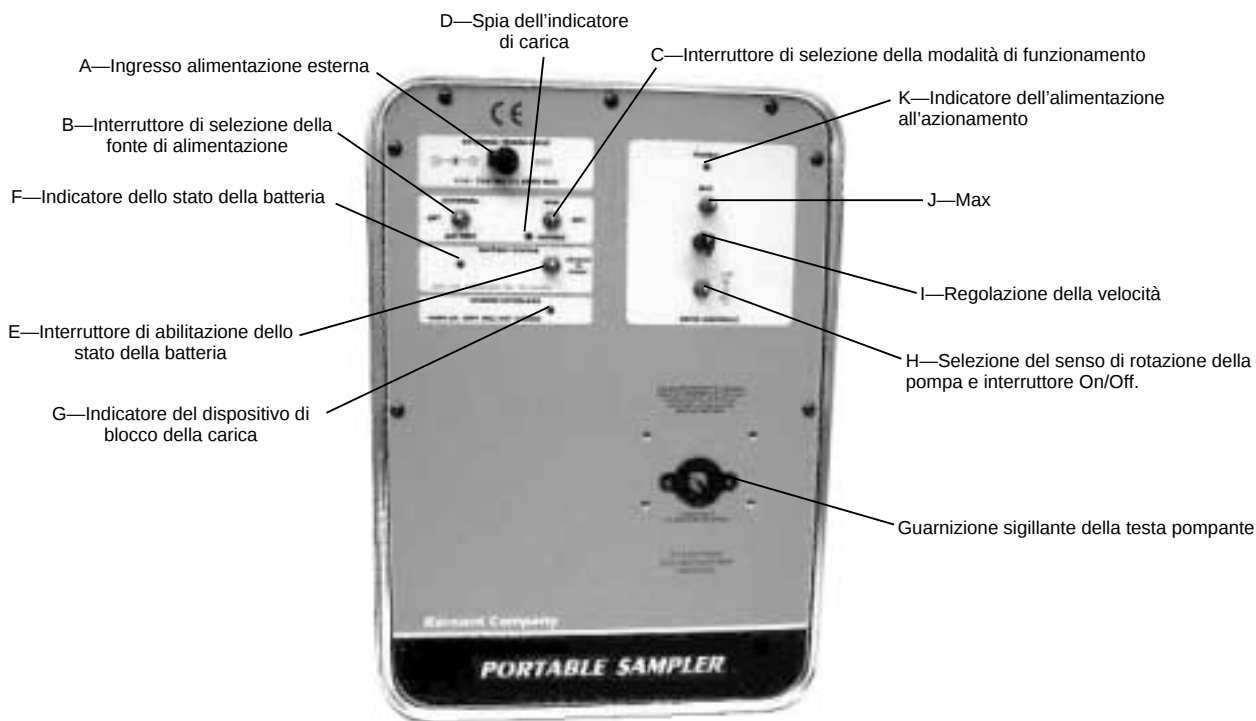

FIGURA 1 QUADRO COMANDI
- A. Collegare all'azionamento il convertitore di c.a.-c.c. in dotazione sollevando il coperchio del connettore di **INGRESSO DELL'ALIMENTAZIONE ESTERNA (A)** e innestando la spina coassiale da 2,5 mm nel connettore (vedi Figura 1).
- Impostare l'interruttore di selezione della fonte di alimentazione (B), EXTERNAL/BATTERY (esterna/batteria), alla posizione **BATTERY**.
- Impostare l'interruttore di selezione della modalità di funzionamento (C), RUN/CHARGE (funzionamento/carica), alla posizione **RUN**.
- Selezionare l'interruttore On/Off e di selezione del senso di rotazione della pompa (H) in senso orario o antiorario (vedi Figura 1). Prima di cambiare il senso di rotazione, disinnestare l'alimentazione, cioè impostare l'interruttore del senso di rotazione alla posizione di centro o Off.
- Regolare la portata della pompa mediante l'apposito dispositivo **regolatore** ad 1 giro (I), girando la manopola in senso orario per aumentare la portata e in senso antiorario per diminuirla.
- Per adescare il tubo, muovere l'interruttore **MAX (J)** verso l'alto o verso il basso per azionare la pompa alla massima velocità.
- Impostare l'interruttore di selezione della fonte di alimentazione (B), EXTERNAL/BATTERY (esterna o da batteria), alla posizione **BATTERY**.
- Selezionare l'interruttore On/Off e di selezione del senso di rotazione della pompa (H) in senso orario o in senso antiorario (vedi Figura 1). Prima di cambiare il senso di rotazione, disinnestare l'alimentazione, cioè impostare l'interruttore del senso di rotazione alla posizione di centro o Off.
- Impostare l'interruttore di selezione della fonte di alimentazione (B), EXTERNAL/BATTERY (esterna/batteria), alla posizione **EXTERNAL**.
- Per adescare il tubo, muovere l'interruttore **MAX (J)**, verso l'alto o verso il basso per azionare la pompa alla massima velocità.
- Collegare all'azionamento il convertitore di c.a.-c.c. in dotazione sollevando il coperchio del connettore di **INGRESSO DELL'ALIMENTAZIONE ESTERNA (A)** e innestando la spina coassiale da 2,5 mm nel connettore (vedi Figura 1).
- Collegare il convertitore di c.a.-c.c. ad una fonte di alimentazione in corrente alternata. Impostare l'interruttore (B) di selezione della fonte di alimentazione, **EXTERNAL/BATTERY** (esterna/batteria) alla posizione **EXTERNAL**.
- Impostare l'interruttore di selezione della modalità di funzionamento (C), **RUN/CHARGE** (funzionamento/carica), alla posizione **RUN**.
- Selezionare l'interruttore **On/Off** e di selezione del senso di rotazione della pompa (H) in senso orario o in senso antiorario (vedi Figura 1). Prima di cambiare il senso di rotazione, disinnestare l'alimentazione, cioè impostare l'interruttore del senso di rotazione alla posizione di centro o Off.
- Per adescare il tubo, muovere l'interruttore **MAX (J)**, verso l'alto o verso il basso e tenerlo in posizione per azionare la pompa alla massima velocità.
- A. Collegare il convertitore di c.a.-c.c. in dotazione sollevando il coperchio del connettore di **INGRESSO DELL'ALIMENTAZIONE ESTERNA (A)** e innestando la spina coassiale da 2,5 mm nel connettore (vedi Figura 1).
- C. Impostare l'interruttore di selezione della modalità di funzionamento (C), RUN/CHARGE (funzionamento/carica), alla posizione **CHARGE**.